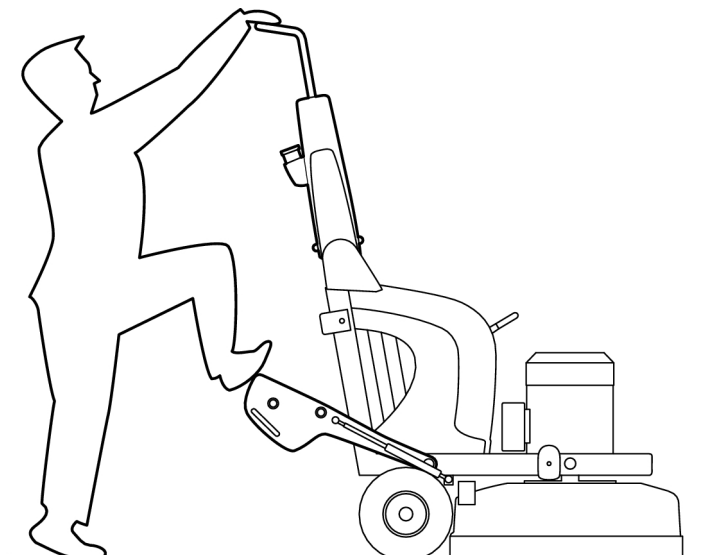

Рисунок 4-9. Нога на грузе
2. Сложите грузы назад поставьте на них одну ногу, см. Рисунок 4-9, стр. 23.